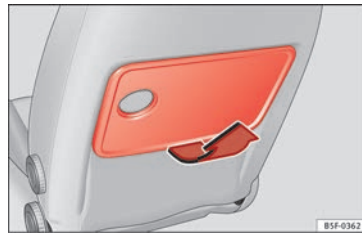

Bild 154 Västra framsätet: Fällbord
- För att öppna brickan, öppna den i pilens riktning » **bild 154**.